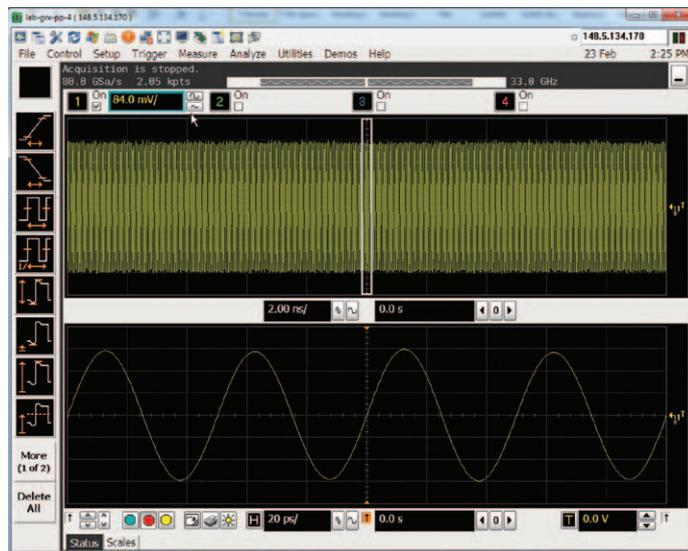

図7. 指定されたチャンネルに入力された正弦波。
1. 指定されたチャンネルに帯域幅の範囲内の周波数でRF正弦波を入力します(図7)。